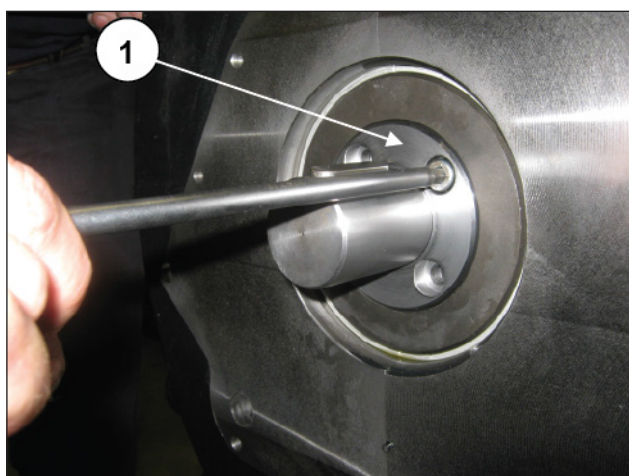

Рис. 24
Открутите четыре винта М8 (поз. ①, Рис. 24) и снимите хвостовик привода масляного насоса с коленчатого вала.